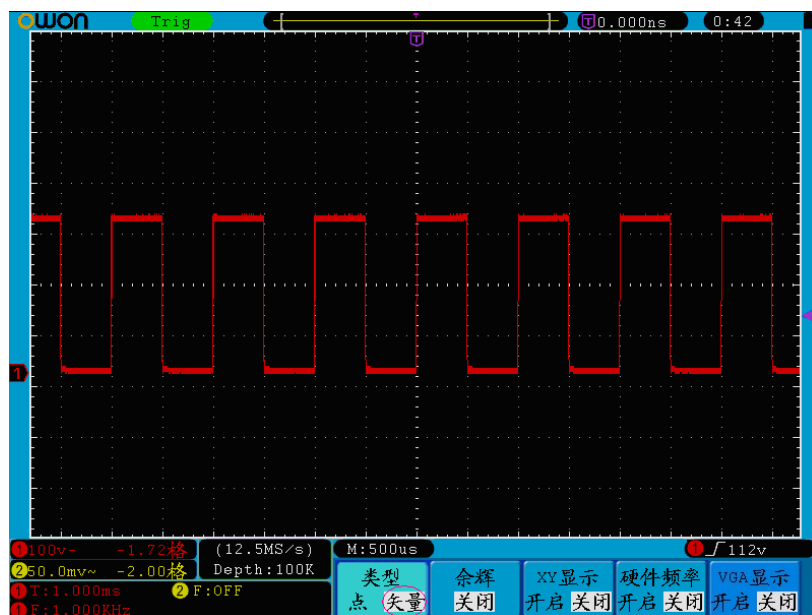

图 5-32: 矢量显示类型
**显示类型:** 按 **H1** 菜单选择键, 可切换 **矢量** 显示和 **点** 显示。图 5-32 和图